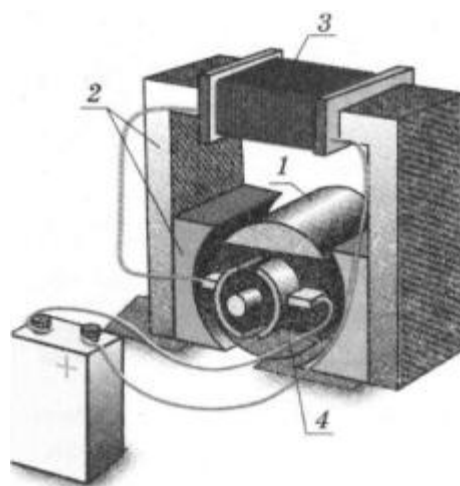

Рис. 12. Ротор, який обертається в магнітному полі потужного електромагніту.
Ротор (1) обертається в магнітному полі потужного електромагніту (рис. 12).